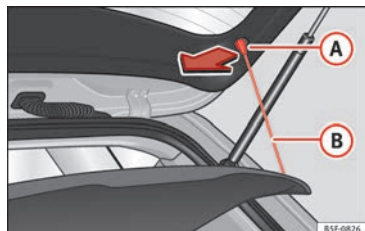
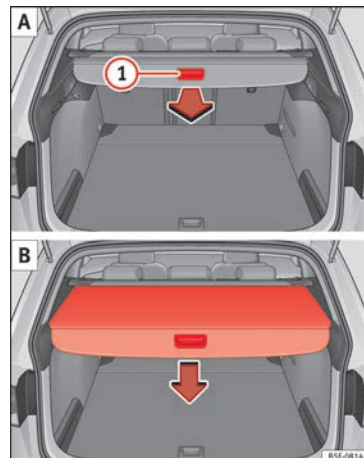

Abb. 159 Im Gepäckraum: Gepäckraumabdeckung aus- und einbauen.
Abb. 161 Im Kofferraum: Hutablage ausziehen und einrollen.
- Hängen Sie die Haltebänder »Abb. 159 (B)« aus den Aufnahmen aus (A) aus.
- Hängen Sie die Haltebänder »Abb. 159 (B)« an der Heckklappe ein »Abb. 161«.
- Ziehen Sie gleichmäßig die Hutablage am Handgriff » **Abb. 161** ① A heraus, bis diese hörbar einrastet.
- Drücken Sie den Haltegriff der Gepäckraumabdeckung in Pfeilrichtung, bis diese entriegelt ist » **Abb. 161** B.